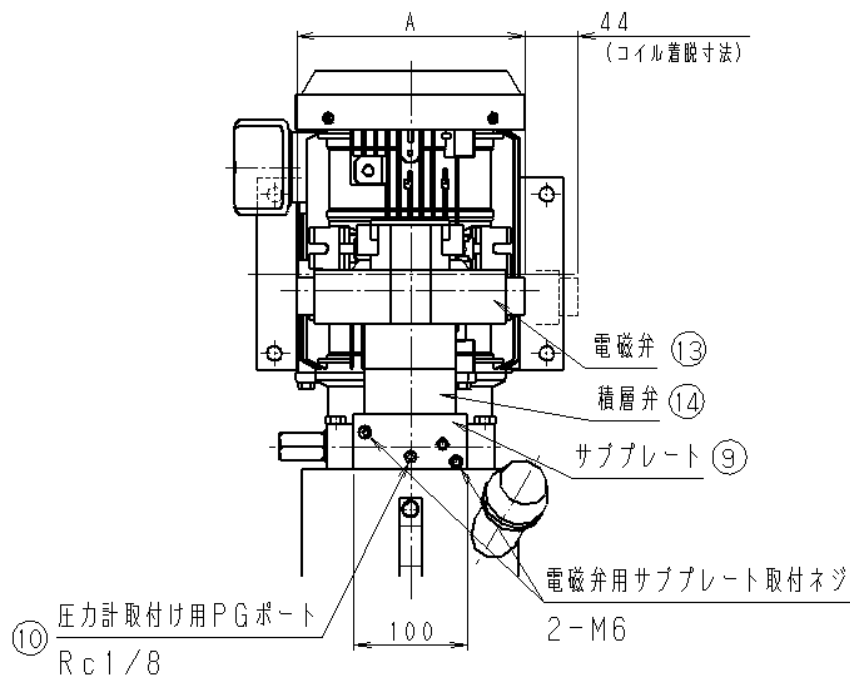

図5 正面図
5-2 オプション品 (図5、6、7参照)
- (1) 回路内の圧力確認の為に、圧力計を取り付ける事をお奨めします。
- (2) 本機オプション品（電磁弁付き）には、Pポートの圧力を確認する為のR c 1／8の圧力計取付けポートがあります。（図5参照）
- (3) 圧力計取付けポートにチェック弁付きカプラを取付け、必要時のみ圧力測定を行う様にすれば、圧力計の数量が少数で、しかも圧力計の耐用年数も延ばす事ができます。使用する圧力計はグリセリン入りを推奨します。